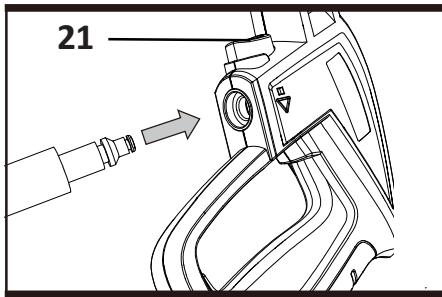

Рис. E2
21. Кнопка отсоединения шланга высокого давления (см. рис. E2)